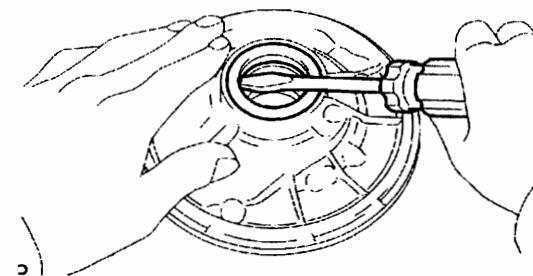
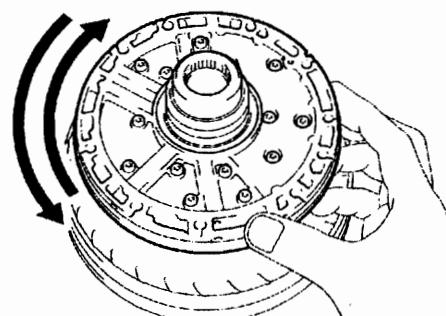

图 12-1-110
图 12-1-112
- (11) 如图 12-1-110 所示，用螺丝刀拆下机油泵油封。注意：小心不要损坏衬套和机油泵体。
- (4) 安装前机油泵驱动齿轮。如图 12-1-110 所示, 将 ATF 涂到驱动齿轮上, 将驱动齿轮安装到机油泵体上。
- (5) 将 O 形圈安装到机油泵体上。
- (6) 安装定子轴总成。对正定子轴和各个螺栓孔, 安装 14 个螺栓, 拧紧力矩为 $12N\cdot m$ 。
- (7) 安装离合鼓油密封环。将 ATF 涂到 3 个油密封环上, 同时挤压 3 个油密封环的端部, 弯曲距离为 8mm 或更小, 然后将其安装到定子轴槽中。注意: 不要过度展开环端部。安装油密封环后, 检查它们是否转动自如。
- (8) 如图 12-1-112 所示, 检查机油泵驱动齿轮, 应转动自如。从变矩器离合器上拆下机油泵总成。
- (9) 将 O 形圈安装到油泵总成上。